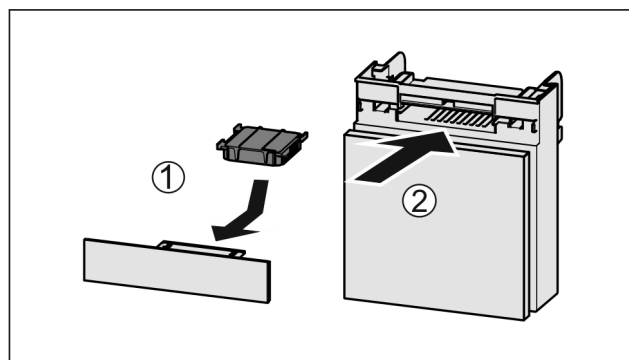

Fig. 273
- Anbring aktivkulfilteret som vis på billedet Fig. 273 (1).
- Skub rummet ind Fig. 273 (2).